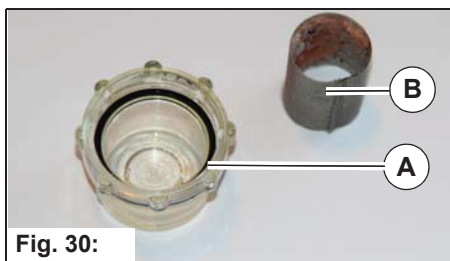

Fig. 30:
Contrôler une fois par semaine le tamis de filtre **Fig. 30-B** du filtre à eau fraîche **Fig. 28-24** et le nettoyer ou le remplacer si nécessaire.
2. Dévisser et retirer le couvercle du filtre **Fig. 30-A**.
3. Extraire le tamis de filtre **Fig. 30-B** du boîtier du filtre et le nettoyer sous l'eau courante. Remplacer le tamis de filtre si nécessaire.